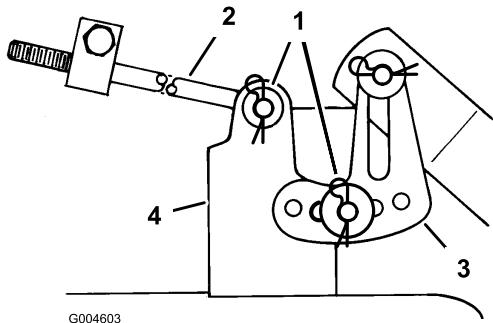

Bild 42
- Entfernen Sie den Splint und die Scheibe von der Nivellierhalterung oben am Mähwerk (Bild 42).
17. Entfernen Sie den Splint und die Scheibe vom Ende der langen Stange (Bild 42). Schieben Sie die Stange aus der Mähwerkhalterung heraus. Wiederholen Sie diesen Schritt an der anderen Mähwerkseite.
13. Schieben Sie das Ende der langen Stange durch das Loch in der Mähwerkbefestigung (Bild 42).
15. Montieren Sie die geschlitzte Mähwerknivellierhalterung am Stift am Schnithöhenarm (Bild 42).